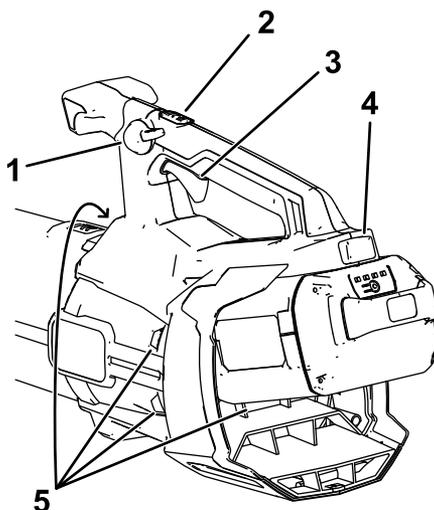

Figure 9
4. Pour mettre le souffleur en marche, serrez la gâchette de vitesse variable (Figure 9).
Remarque: Enclenchez le blocage de vitesse pour garder l'appareil en marche sans avoir à appuyer sur la gâchette de vitesse variable (Figure 9).
Pour régler le débit du souffleur en marche, serrez la gâchette de vitesse variable (Figure 9).
Pour maintenir le débit d'air actuel, engagez le blocage de vitesse (Figure 9).
Pour obtenir des performances maximales, appuyez sur la gâchette de vitesse variable, puis sur le bouton Turbo Boost pour activer la fonction Turbo Boost (Figure 9).
Pour arrêter le souffleur, déverrouillez le blocage de vitesse (le cas échéant) et relâchez la gâchette de vitesse variable (Figure 9).